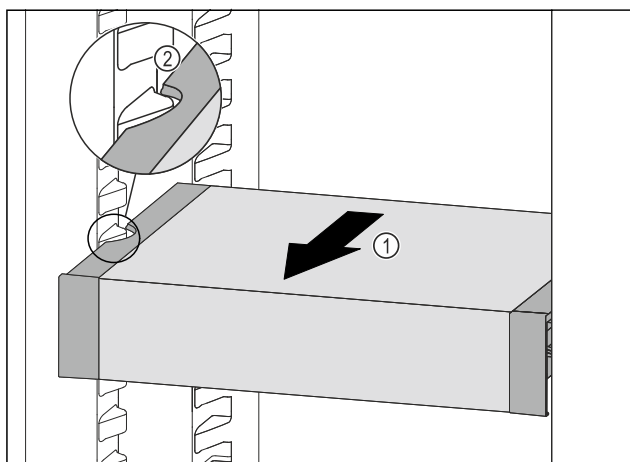

Fig. 199
- Traukite VarioSafe į priekį Fig. 199 (1), kol šoninės VarioSafe angos bus talpyklos briaunos aukštyje šaldytuvo skyriuje. Fig. 199 (2)